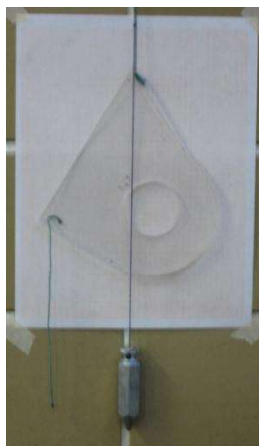

Figura No. 2
I.2 Tome una placa y sosténgala por el cordón frente a una hoja de papel milimétrico la cual deberá estar adherida a la pared, deje oscilar el modelo a manera de péndulo hasta que llegue a la posición de reposo. Para esta posición, con ayuda de la plomada trace sobre la parte inferior del modelo una pequeña marca que corresponda a la vertical que pase por el punto de suspensión como se muestra en la *Figura No.2*. Trace una recta uniendo el punto de suspensión y la marca.